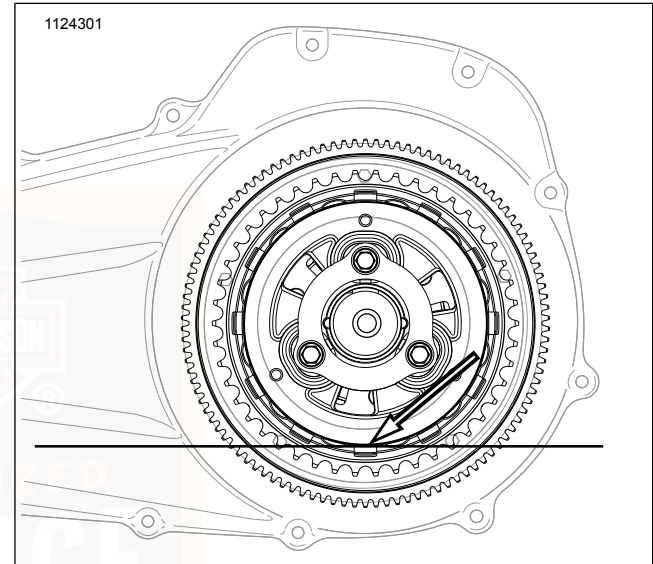

Abbildung 70. Primärer Schmiermittelstand
- b. Siehe Abbildung 70. Der korrekte Füllstand liegt ca.